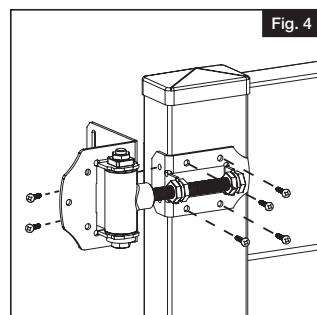

Fig. 4
- Fixer les deux charnières sur la barrière en utilisant (6) vis autotaraudeuses no 2 à tête carrée/Phillips par charnière (4 à l'avant de la charnière et 2 sur le côté) (Fig. 4).